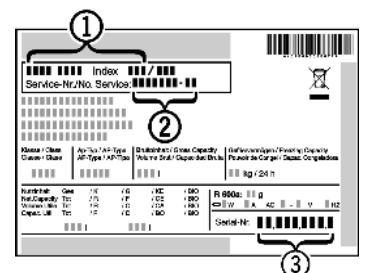

Fig. 46
- ▶ Apparaataanduiding Fig. 46 (1), servicenummer Fig. 46 (2) en serienummer Fig. 46 (3) van het typeplaatje aflezen. Het typeplaatje bevindt zich aan de binnenkant van het apparaat.